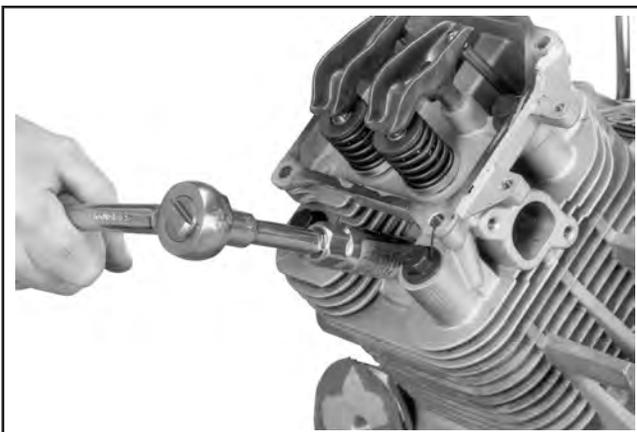

Abbildung 11-48. Einbau der Zündkerzen.
- Neue Kappen montieren und auf **24,4-29,8 N·m (18-22 ft lb)** anziehen. Siehe Abbildung 11-48.